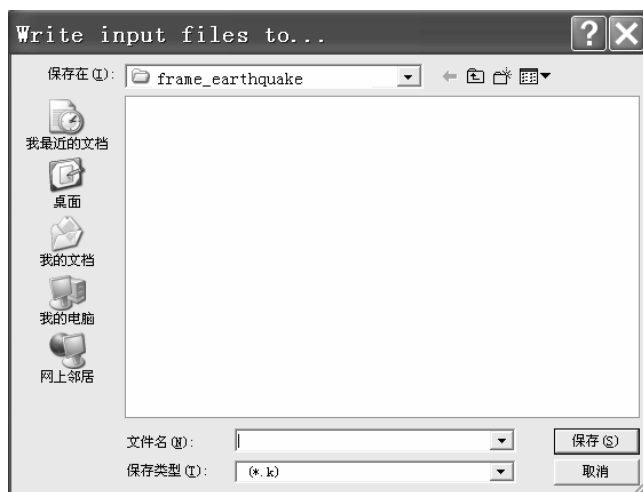

图 10-42 “Write input files to...” 窗口
(2) 在“Input files to be Written for LS-DYNA”窗口中“Write results files for...”后的方框中选择“LS-DYNA”(单击该方框后的倒立三角形来选择)。再单击“Write input files to...”后的“Browse...”按钮, 弹出“Write input files to...”窗口(见图 10-42)。